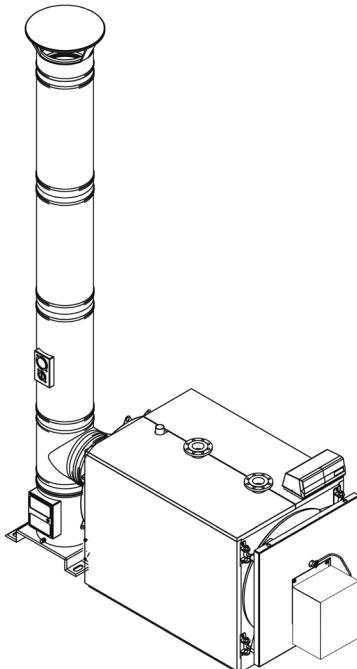

рис. 7
5.4 Удаление продуктов сгорания (рис. 7)